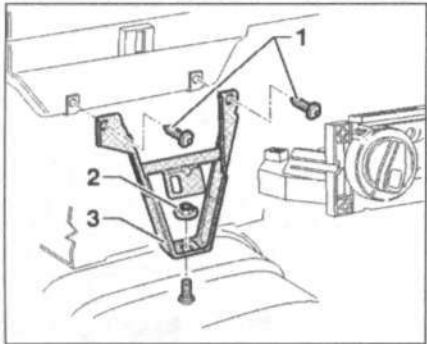

Рис. 13.63. Выкрутите два винта 1, открутите гайку 2 и снимите кронштейн 3.
16. Выкрутите два винта 1, открутите гайку 2 и снимите кронштейн 3 (рис. 13.63).